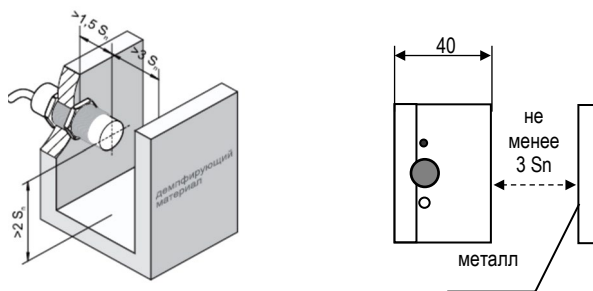

Рисунок 3 – Минимальные расстояния до демпфирующих материалов
5.1 Выключатели рассчитаны на неутаплавляемую установку. Для ВБЕ-Ф60 перед активной поверхностью требуется зона, свободная от металла на расстоянии $3S_n$ (см. табл. 1). При монтаже ВБЕ-Ц30, ВБЕ-Ц18 следует учитывать минимально допустимые расстояния до окружающих элементов конструкций из металла, указанные на рис. 3.